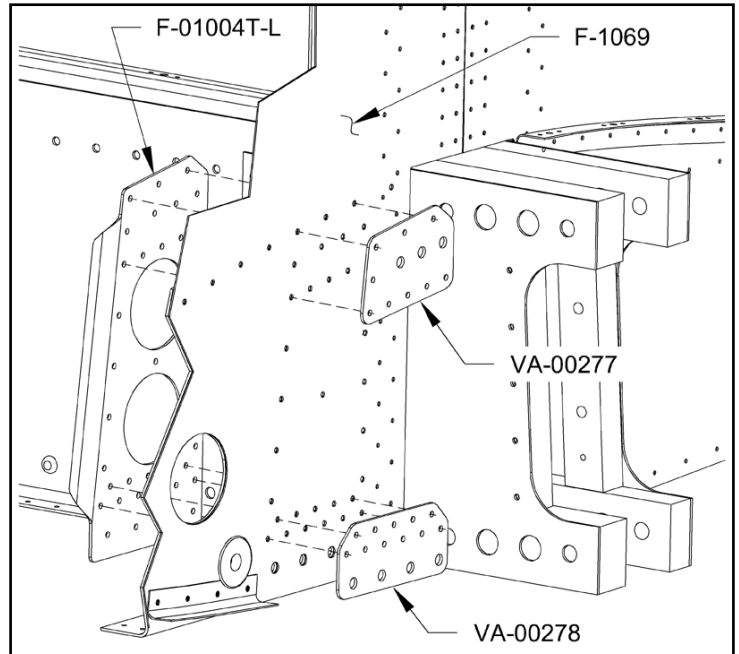

FIGURA 10: gabarito de perfuração superior e inferior
Passo 30: Coloque o reforço da placa lateral de volta em posição, junto com os gabaritos de Perfuração Superior e Inferior VA-00277 e VA-00278, conforme mostrado na Figura 10. (Para a orientação correta, observe que, no gabarito de perfuração inferior, o furo Ø 0,250 traseiro está mais próximo da borda do que o furo Ø 0,250 frontal.) Prenda com clecos todos os furos, exceto os que correspondem aos flanges do suporte do trem de pouso (os furos Ø 0,250 nos gabaritos de perfuração).